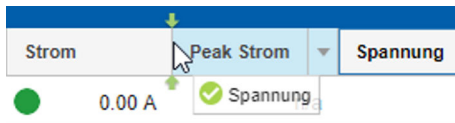

Abb. 96: Parameter verschieben
5. Bei Bedarf einen einzelnen Parameter (z. B. „Strom“) anklicken und innerhalb der Titelzeile verschieben (Abb. 96).